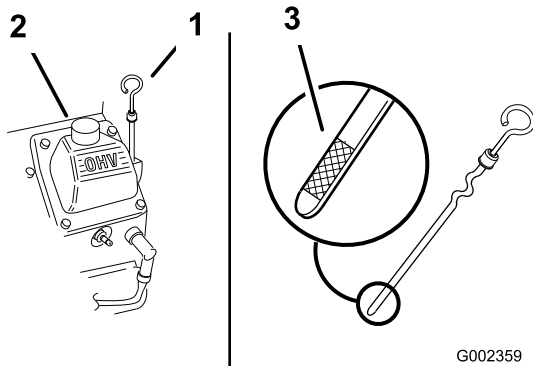

Bild 163
1. Reinigen Sie den Bereich um den Öleinfüllstutzendeckel und den Peilstab (Bild 163).